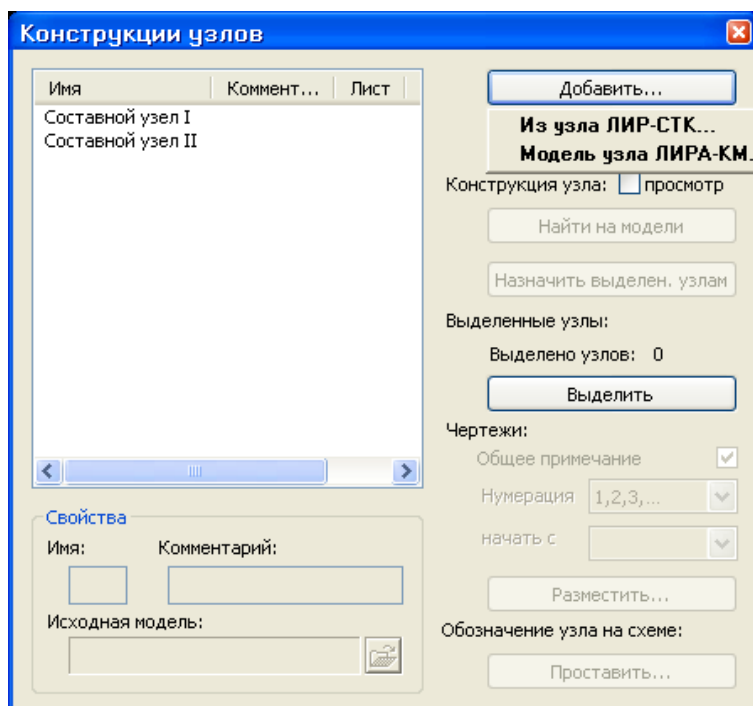

Рис.13.25. Диалоговое окно **Конструкции узлов**
- В диалоговом окне **Конструкции узлов** (рис. 13.25) щелкните по кнопке **Добавить** и в раскрывшемся списке выберите строку **Из узла ЛПР-СТК**.